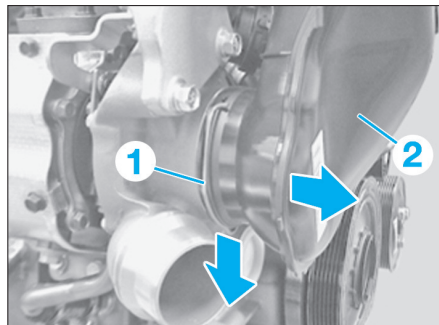

Fig. 78
- Déverrouiller l'agrafe (1) dans le sens de la flèche (Fig.78).